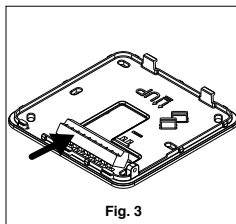

Fig. 3
- Enlever les connecteurs du boîtier de commande en faisant pression comme le montre la figure 3 ; préparer les connexions électriques entre ces derniers et le tableau électrique du ventilateur en suivant le schéma électrique de la fig. 10 et avec les connecteurs de commande non enclenchés.